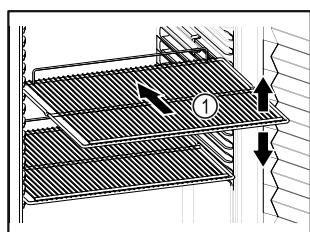

Fig. 57 Príklad zobrazenia
- Ak sa dajú odkladacie rošty Fig. 57 (1) premiestniť, prispôsobte výšku.